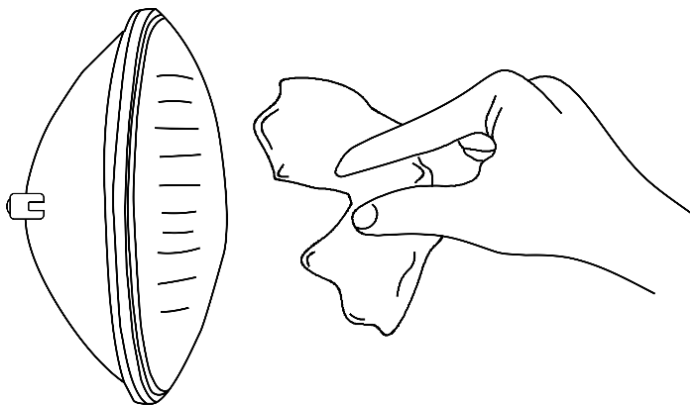

Fig. 05
- 05) Estrarre la nuova lampada dalla confezione (Fig. 05).